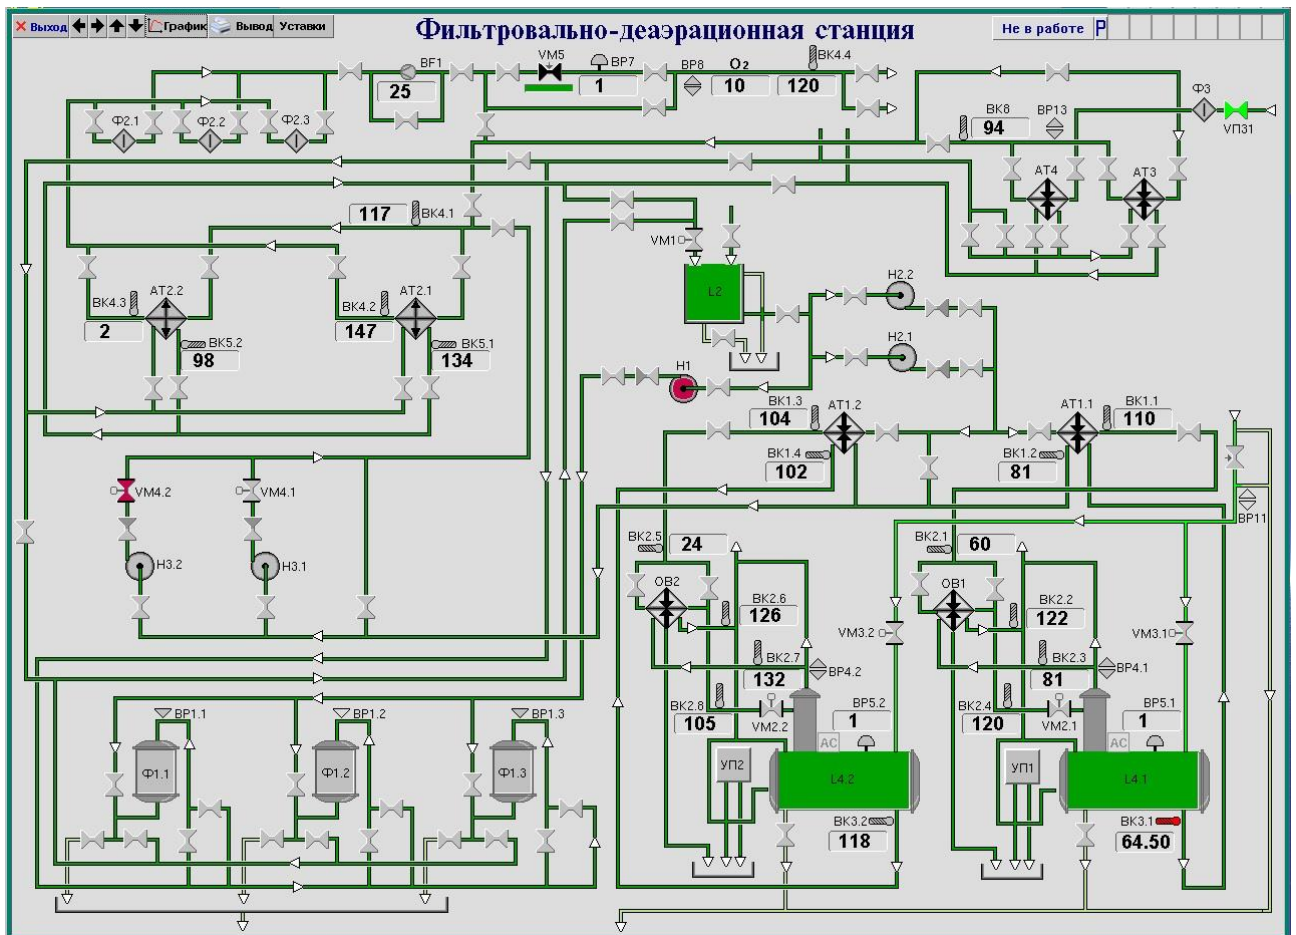

Рисунок 3 - Окно с мнемосхемой установки
(дереве) мнемосхем (в верхней части). После этого на экране будет отображена выбранная мнемосхема (см. рис. 3).
7.4.2 После этого на экране дисплея будет отображена выбранная мнемосхема с текущими значениями параметров и состоянием оборудования, изменяющимися по мере поступления информации от низовых контроллеров (см. рис. 3).